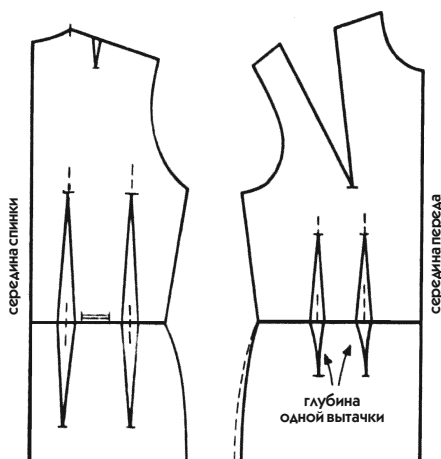

Рис. 87
1. Переведите на лист бумаги базовые лекала переда и спинки. Не чертите вытачки по линии талии, а только наметьте их глубину (см. рис. 87).
Внимательно рассмотрите переднюю часть лифа на рис. 87: две маленькие вытачки заменяют одну вытачку от талии. Такой прием создает хорошую форму груди. Распределение глубины вытачки лифа по линии талии происходит, исходя из средней величины распах вытачки. Значит, надо начертить лекало в следующей последовательности.
2. На линии бедер вычтите по боковому срезу величину уменьшения распах вытачки и исправьте линию бокового среза, как показано в предыдущем задании (см. сплошные линии на рис. 87).
3. Чтобы начертить вытачки на юбочной части рис. 87, возьмите базовое лекало юбки и переснимите 2 вытачки заднего полотнища и 2 вытачки переднего полотнища. Уменьшите глубину вытачки лифа по линии талии на ширину уменьшения вытачки юбки.
Сравните рис. 87 и 88. Лекало одно и то же, кроме вытачек лифа. Может быть и наоборот: вытачки будут застрочены на лифе, а на юбке они будут представлены в виде простых складочек.
1. Переснимите только что выполненное лекало по рис. 87 на кальку или более мягкую бумагу, но не переснимайте вытачки лифа.